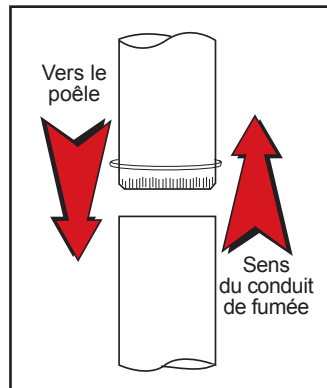

Figure 2.3
- Commencez par assembler le collet de cheminée au poêle. Insérez la première extrémité sertie dans le collet de cheminée du poêle en veillant à diriger chaque extrémité sertie vers le poêle (figure 2.3). En utilisant les trous du collet de cheminée comme guides, percez des trous de 3 mm (1/8 po) dans le bas de la première section du carneau et fixez-la au collier de cheminée avec trois vis à tôle n° 10 x 1/2